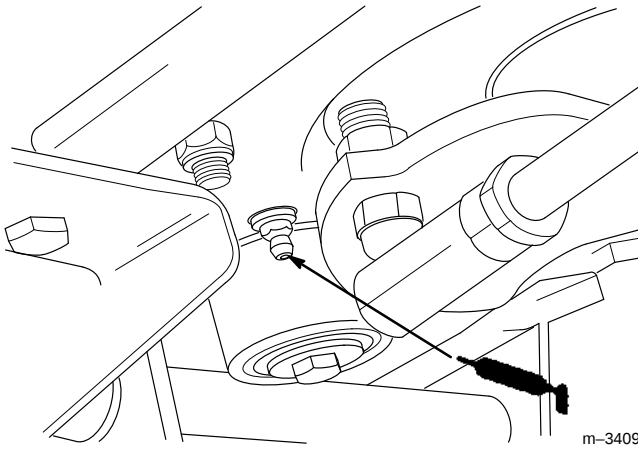

Abbildung 33
7. Alle 50 Stunden einen Pumpentakt Fett in das Lenkgehäuse geben (von der Rahmenunterseite aus) (Abb. 33).